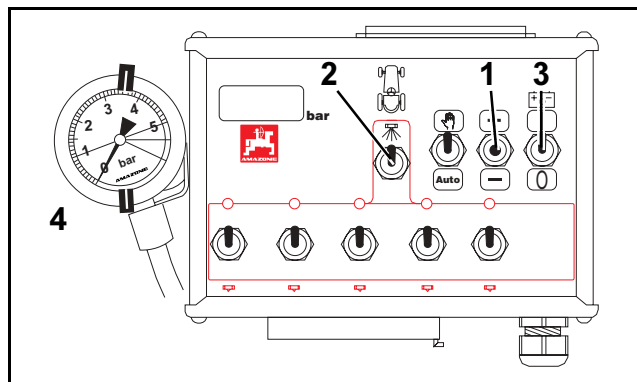
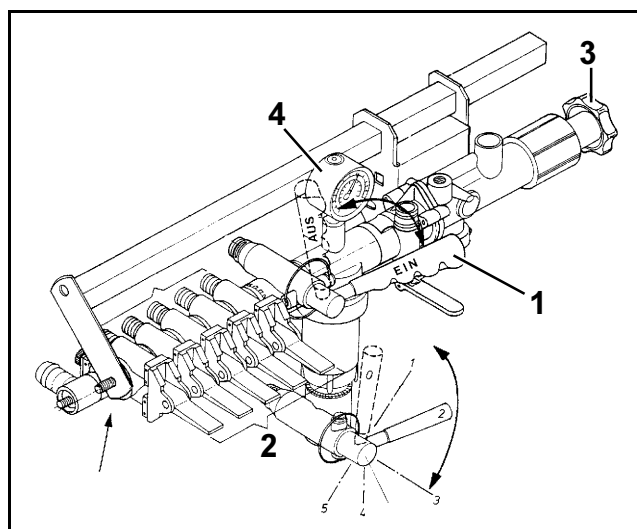

Рис. 36
Рис. 37
- Переключатель вкл./выкл. (Рис. 36/1) для подачи тока в положении "I" (ВКЛ.) (только при рабочей арматуре с "электрическим дистанционным управлением при помощи пульта").
- Центральный кран (Рис. 37/1) в положении (ВКЛ.), а дозирующие краны (Рис. 37/2) закройте (только при рабочей арматуре с "ручным управлением"), и переключатель (Рис. 36/2) для центрального включения и отключения штанг опрыскивателя в положении "0" (ВЫКЛ.) (только при рабочей арматуре с "электрическим дистанционным управлением при помощи пульта").
- Определенное по таблице норм внесения давление опрыскивания устанавливается при помощи грибовой ручки (Рис. 37/3) или клавиши $\pm$ (Рис. 36/3) на индикаторном устройстве (Рис. 36/4 и Рис. 37/4).